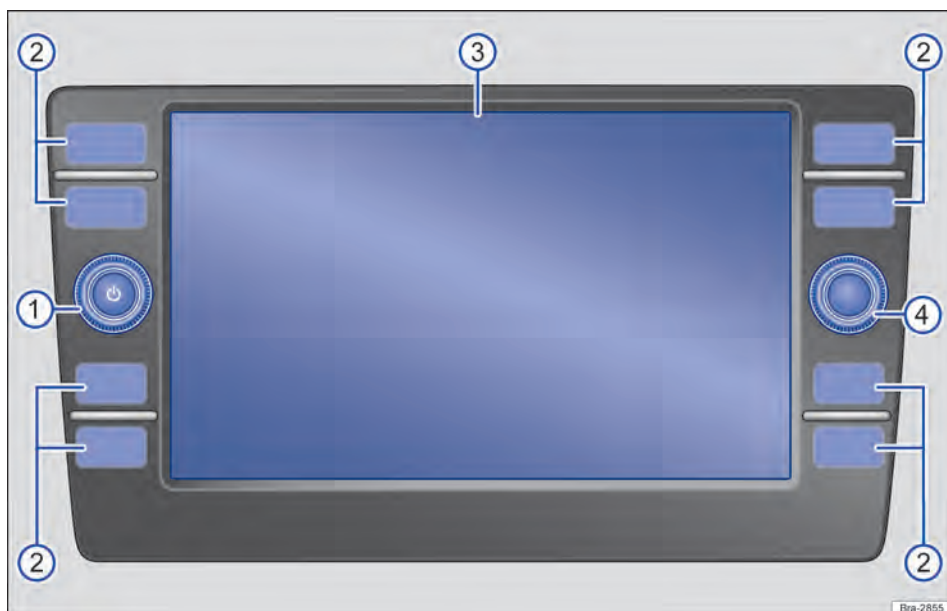

Fig. 116 Vista geral dos comandos.
O aparelho é fornecido em diferentes variantes, diferenciadas pela inscrição e função dos botões do rádio → Fig. 116 ②.
- ① **Botão rotativo e de pressão** :
- ② **Botões do rádio**: *pressionar* para acessar uma superfície de função.
- ③ **Display**: tela de toque.
- ④ **Botão de configurações**: a função depende da respectiva condição de operação.